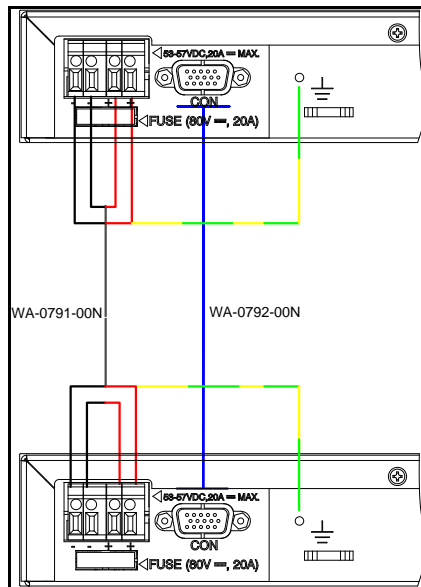

Abbildung 8-2: Rückseitige Verbindung zweier PD-90xxG
3. Schließen Sie das Gleichstromkabel /DC) an; dies besteht, wie in Abbildung 8-2 gezeigt aus zwei roten Kabeln (+), zwei schwarzen Kabeln (-), und einem gelb/grünen Kabel.